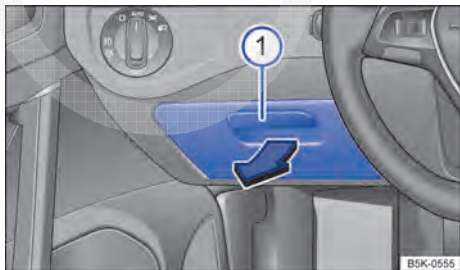

Fig. 159 No lado do condutor: porta-objetos.
Para *abrir*, puxar a alça → Fig. 159 ① no sentido da seta.